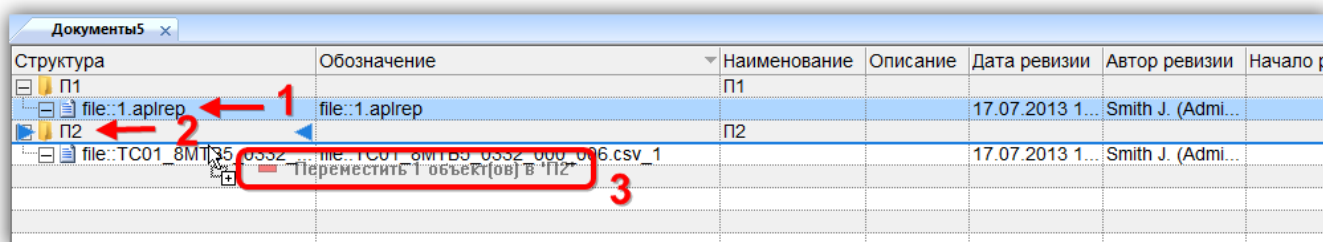

Рис. 8-10 – Перемещение документа в другую папку
3) Переместить с помощью мыши выделенные документы в нужную папку, удерживая клавишу CTRL. Появится подсказка вида «- Переместить X объект(ов) в ...». Отпустить кнопку мыши (рис. 8-10).